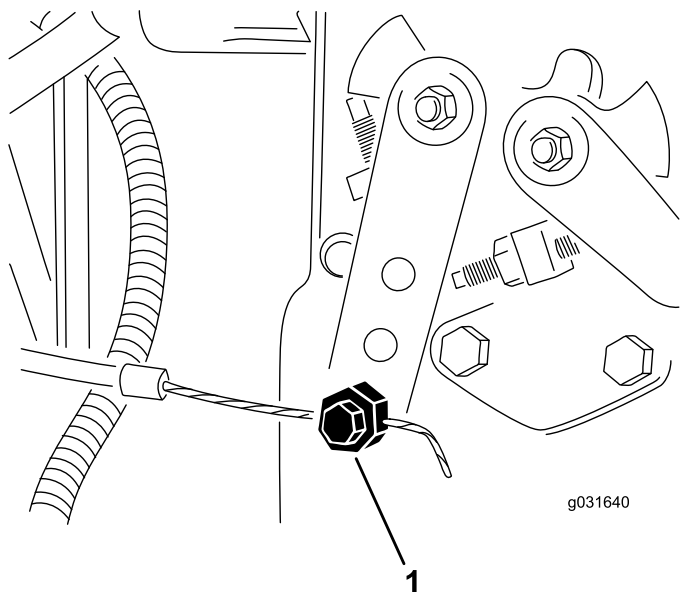

Рисунок 63
2. Ослабьте соединитель тросика дроссельной заслонки на плече рычага топливного насоса (Рисунок 63).